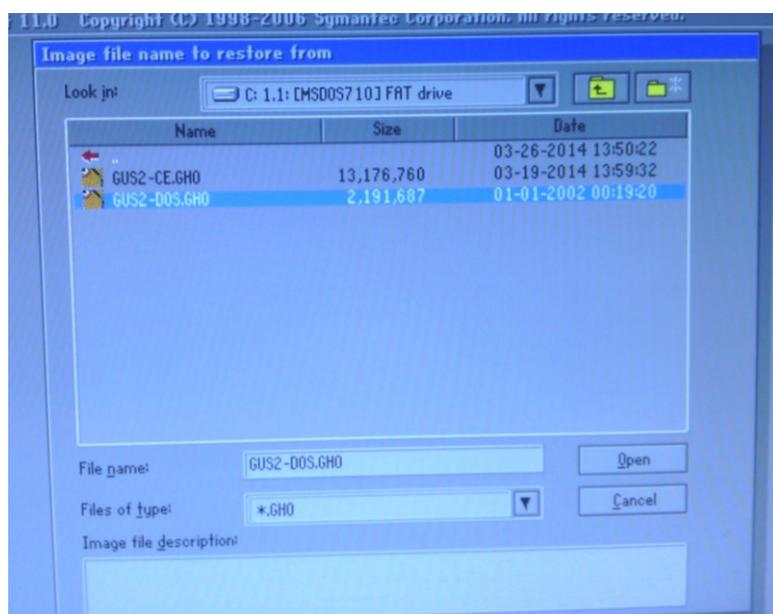

图 2-6 选择 ghost 文件
- (6) 选择 DOS 的 ghost 文件（如图 2-6 所示），确定；选择好控制器的磁盘后确认，等待 ghost 完成后拔掉 USB 启动盘，重启控制器即可。